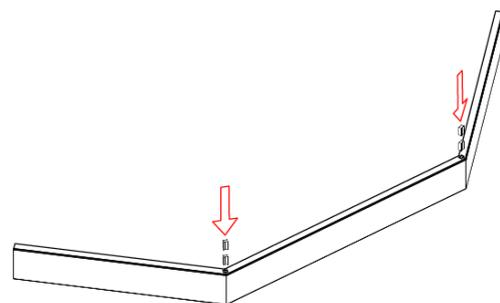

Abbildung 28
5. An den Gehrungen je zwei Verbindungselemente von oben vorsichtig einschlagen (Abbildung 28).